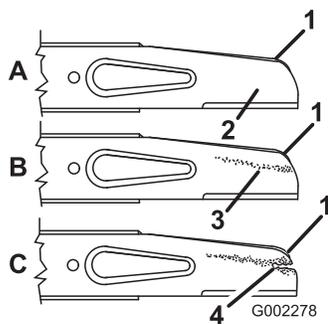

Bild 23
2. Nehmen Sie die Messerschraube, Sicherungsscheibe, den Beschleuniger und das Messer ab (Bild 23).